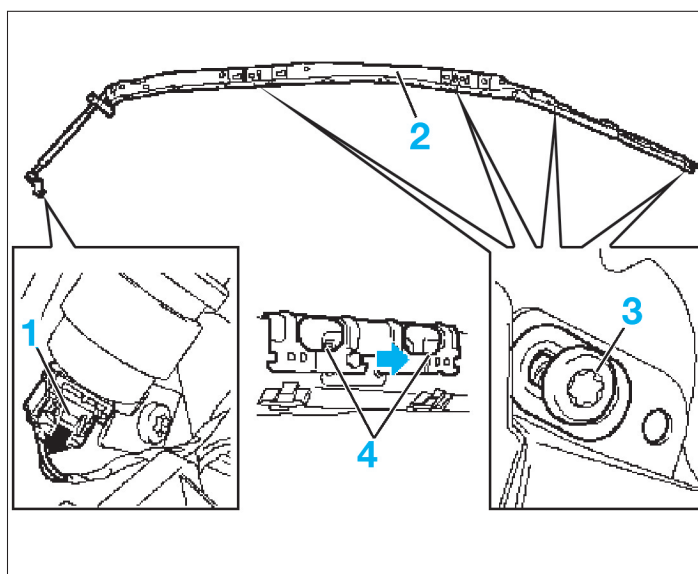

FIG. 14
- Débrancher le connecteur (1) l'airbag (2) (fig. 14).
- Déposer les quatre vis de fixation (3) de l'airbag.
- Décliper les verrouillages (4) de l'airbag du montant de pavillon.